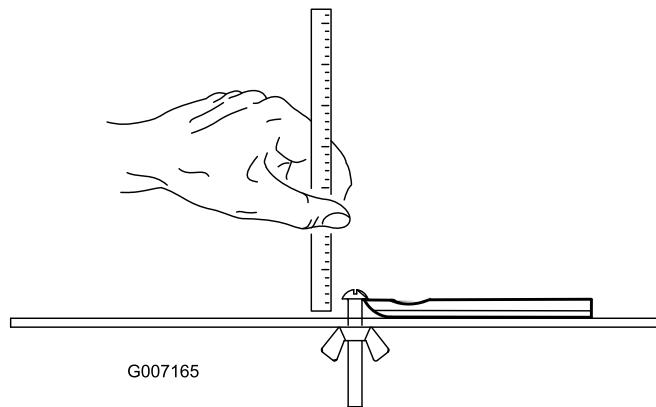

Figure 23
**Remarque:** Toutes les mesures de limite de service renvoient au bas de la contre-lame (Figure 23)